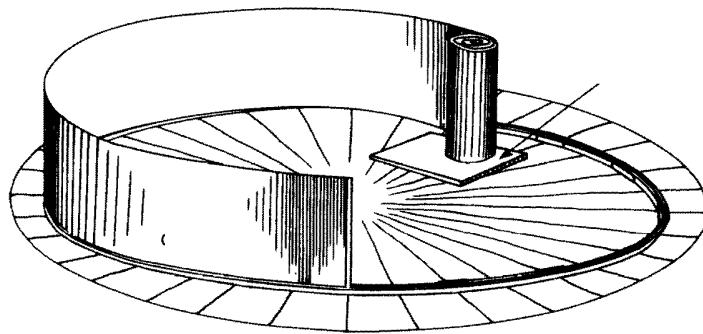

Abb. 7
- Beginnen Sie, den Stahlmantel aufzurollen (Abb. 7), indem Sie gleich die untere Stahlmantelkante in den Bodenschienenkreis hineinstellen. Befestigen Sie provisorisch die Handlaufschienen (Nr. 7) auf der oberen Kante, um ein Knicken des Stahlmantels zu verhindern.